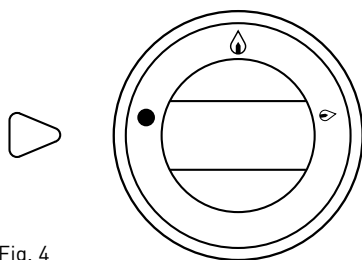

Fig. 4
- Après avoir terminé la friture de la viande, tournez le bouton ON/OFF du mécanisme de chauffage (3) dans une position „arrêt” (fig. 4).